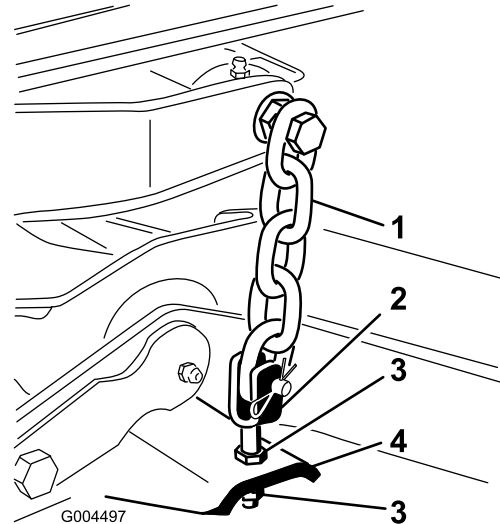

Figure 24
- Ajustez les écrous de blocage qui fixent les chapes/chaînes au plateau de coupe jusqu'à ce que le plateau de coupe soit de niveau (Figure 24).
7. Ajustez les écrous de blocage qui fixent les chapes/chaînes au plateau de coupe pour élever l'arrière du plateau de coupe de sorte à obtenir une inclinaison de la lame de 8 mm (Figure 24).